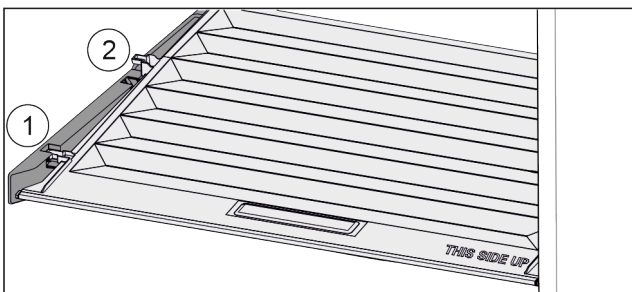

Fig. 45
- ▶ Deksel tot de opening in de vasthouders naar voren trekken Fig. 45 (1).
- ▶ Aan de achterkant vanaf de onderkant omhoog tillen en vanaf de bovenkant verwijderen Fig. 45 (2).